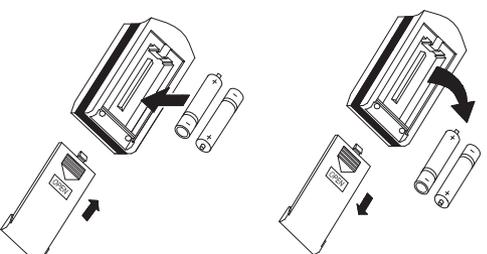

Рис. 5.5
- Для извлечения батареек, при замене, необходимо сдвинуть крышку пульта управления в направлении стрелки (см. рисунок 5.5) и извлечь батарейки и установить новые